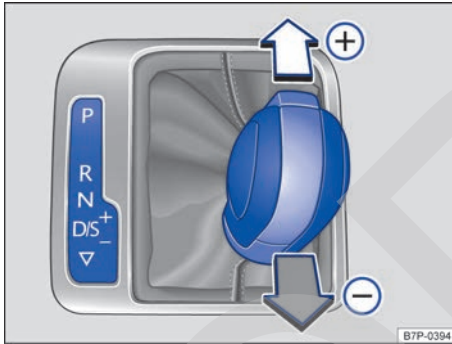

Fig. 148 Palanca selectora en la posición Tiptronic.
- Para cambiar a una marcha más larga o más corta, empuje levemente la palanca selectora hacia delante (+) o hacia atrás (-) → fig. 148.